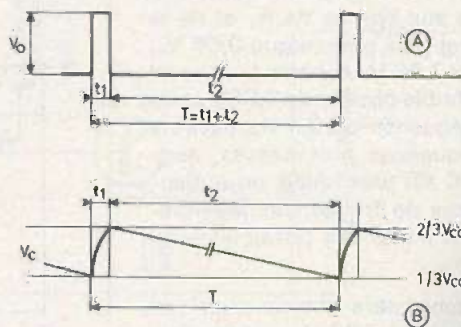

Fig. 2
A la figure 2, on donne en (A) la forme du signal rectangulaire à impulsions, de tension  $V_o$  à la sortie 3 du 555 et en (B) le signal en dents de scie, aux bornes de C. La tension aux bornes de  $R_1$  et de la diode zener est plus grande que  $0,66 V_{cc} = 0,66 \cdot 12 = 7,92$  V. A noter le rapport cyclique très faible obtenu de 0,001 environ, à une fréquence de 0,1 Hz environ. Pour des fréquences plus basses, augmenter C. Si C est plus faible, on obtiendra des signaux de fréquences plus élevées jusqu'à la limite des possibilités du 555.